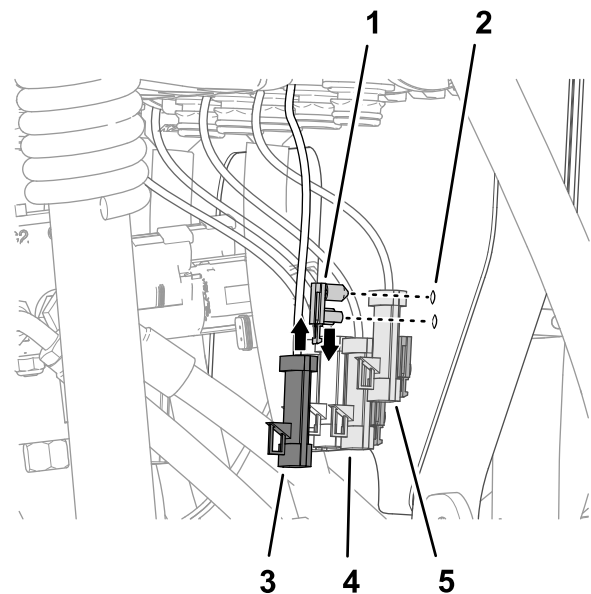

Bild 113
1. Befestigen Sie die Eindrückbefestigungen des Steckerankers in den Löchern in der Ventilbefestigung (Bild 113).